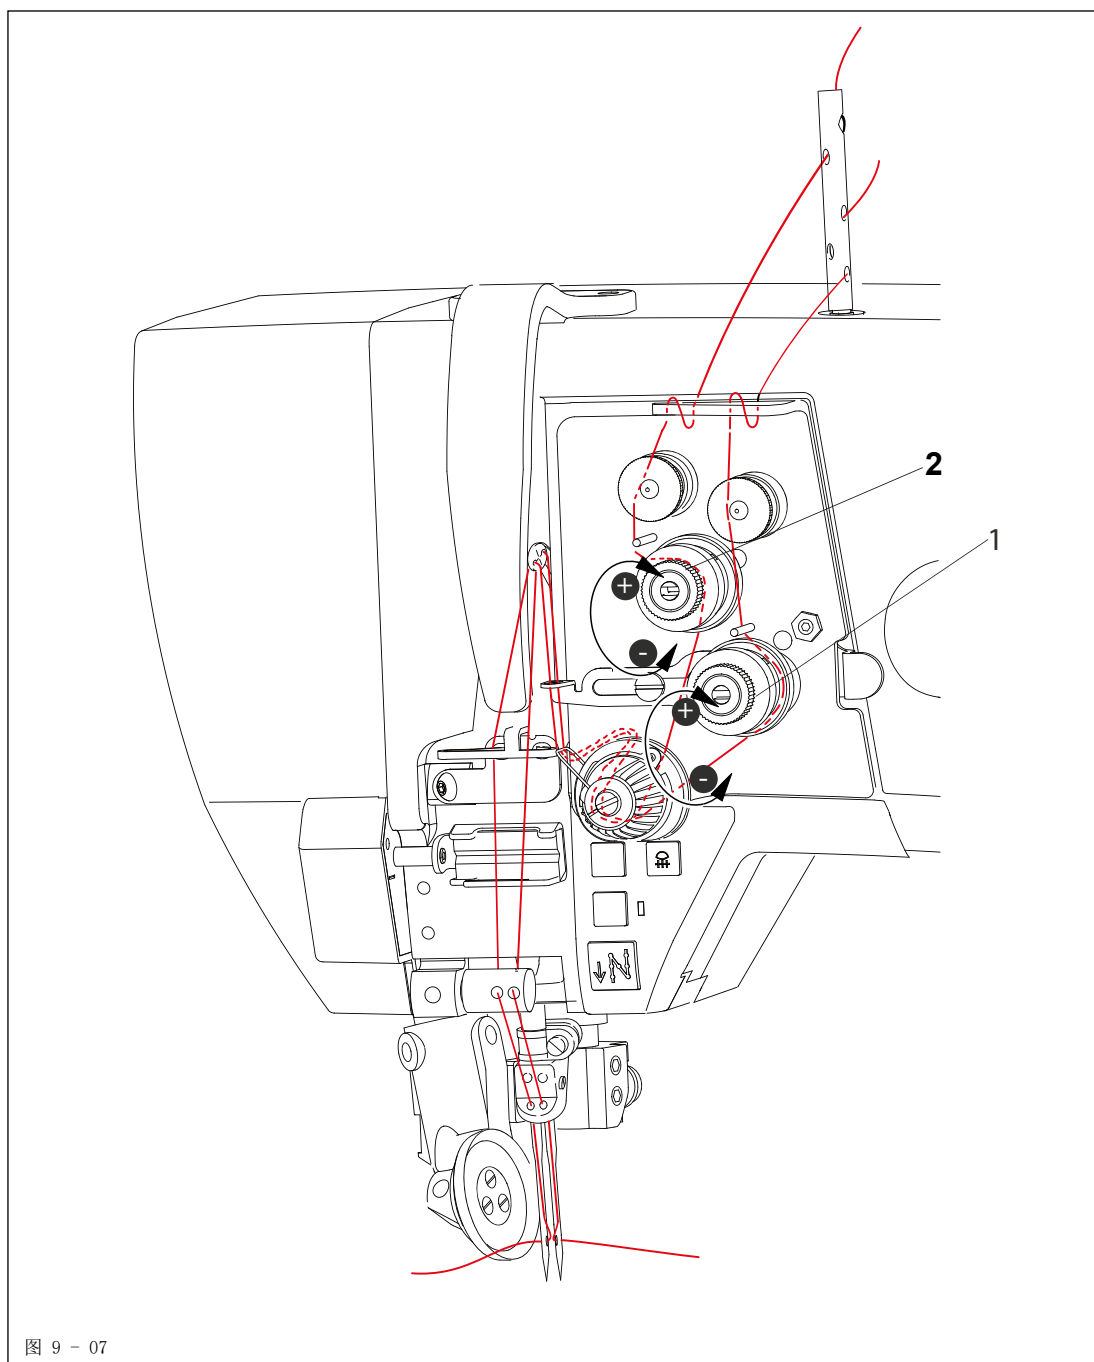

图 9 - 07
- 如图 9 - 07 所示穿入上线。在此必须确保，右针从左侧和左针从右侧穿线。